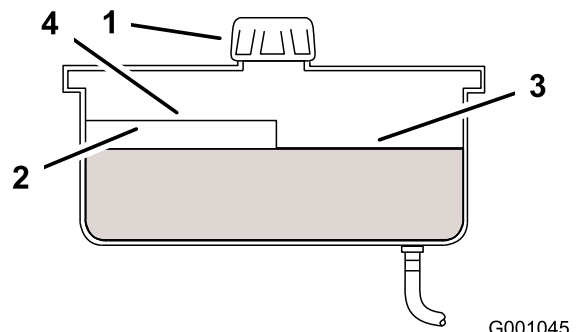

Figura 58
- Limpie alrededor del cuello de llenado y el tapón del depósito de aceite hidráulico (Figura 58).
- Mire dentro para comprobar el nivel de aceite en el depósito. (Figura 58).
Nota: El nivel de aceite debe llegar a la parte superior del nivel caliente del tabique cuando el aceite está caliente (Figura 58).